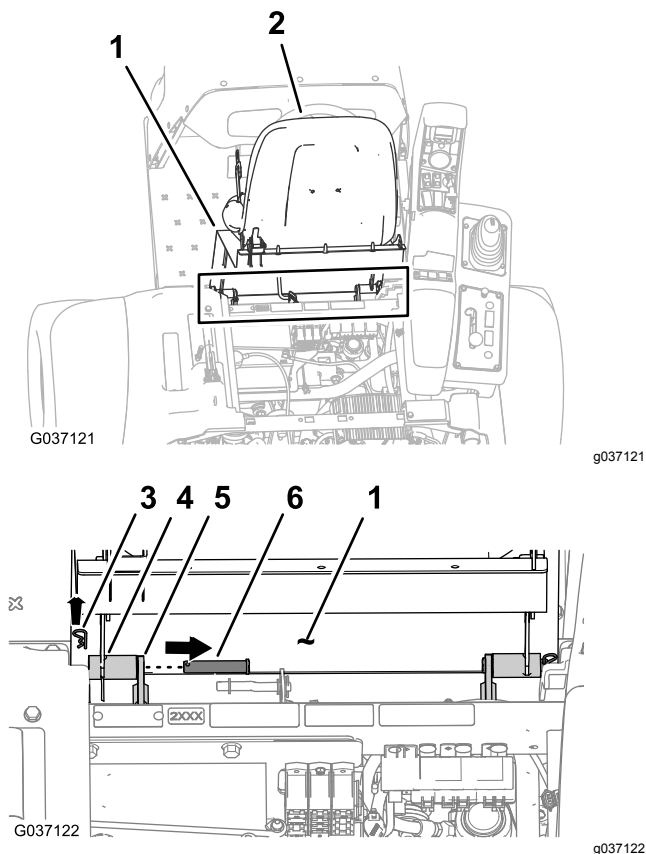

Figura 7
3. Retire os dois ganchos que prendem os encaixes articulados da placa do banco aos suportes do chassi (Figura 7).
4. Retire os dois pinos de articulação que prendem o banco e placa do banco ao chassi (Figura 7).